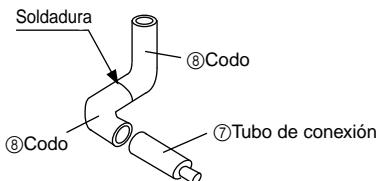

Fig. 1
- (1) Quite la tapa de cobre y la junta de goma colocadas en la tubería y en la brida del distribuidor (gas) (opcional).
- (2) Haga el montaje fuera de la unidad con el codo (⑧) en la posición especificada y haga la soldadura. (Consulte la Fig. 1.) Para el tipo 600, suelde también el tubo de conexión (⑦).